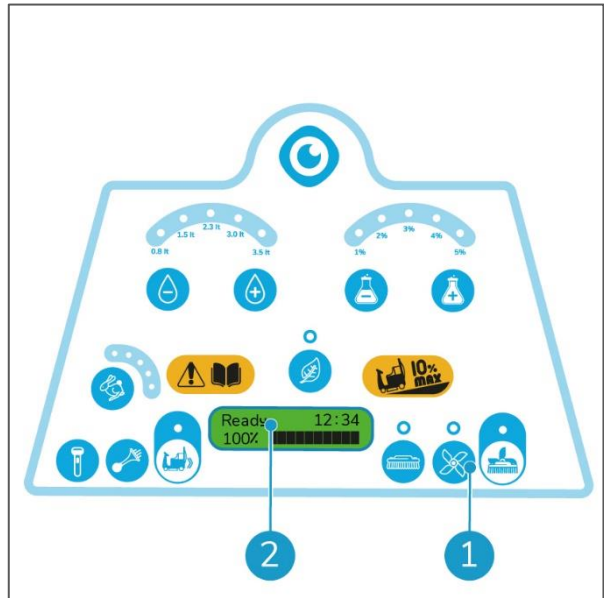

Figura 64
2. Girare la chiave di accensione in posizione "I". Dopo alcuni secondi sullo schermo compare la scritta "Pronto" (Figura 64, pos 2).
3. Premere il pulsante (Figura 64, pos 1). Il tergipavimento si sposta nella posizione più bassa.
14. Girare la chiave di accensione in posizione "I". Dopo alcuni secondi sullo schermo compare la scritta "Pronto" (Figura 64, pos 2).